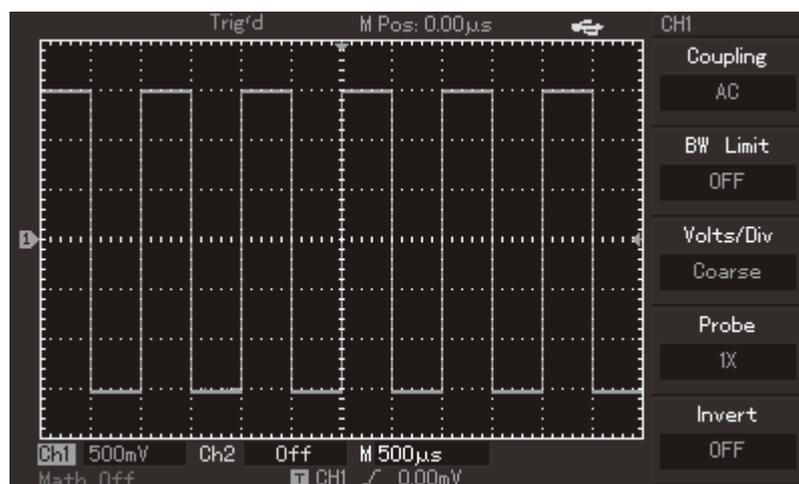

Figura 1-7 Sinal de Compensação da Ponta de Prova
- ③. Conecte a ponta de prova no sinal de calibração do osciloscópio. Pressione [AUTO] e você verá uma onda quadrada no display com aproximadamente 3V pico-a-pico em 1kHz. Para mais detalhes, veja a Figura 1-7. Repita este passo para verificar CH2. Pressione a tecla de função [OFF] para desabilitar o CH1, então pressione a tecla de função [CH2] para habilitar CH2. Repita os passos 2 e 3.